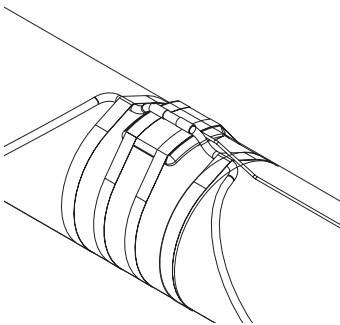

Abbildung 9: Künstliche heiße Stelle
- Die korrekte Position ist auf der Oberseite der Rohrleitung. Siehe Abbildung 9.